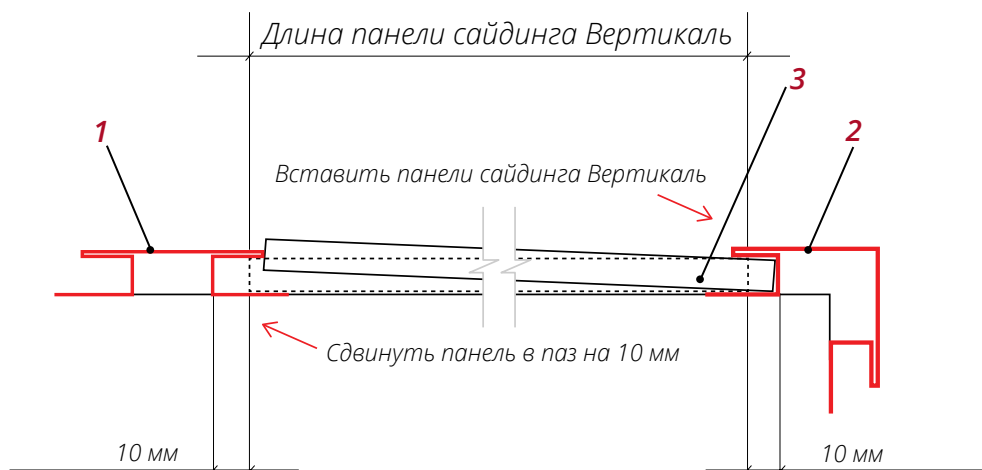

Рис. 3
■ Используя схему со сложными доборными элементами, подготовьте панели таким образом, чтобы, когда один край панели **3** заведен до упора в паз доборного элемента **2**, второй край можно было завести в паз доборного элемента **1** с другой стороны (рис.3).
- Вставьте панель в пазы доборных элементов и выровняйте ее так, чтобы панель входила в пазы на полную его глубину или на 10 мм (рис.3).
- Прижмите панель к обрешетке и закрепите саморезами в гвоздевую полку. Прикручивайте панель от центра к краям. Не крепите сайдинг слишком плотно. Оставьте расстояние примерно 0,8-1 мм между нижним краем шляпки самореза и панелью, так чтобы она имела свободный ход по горизонтали (рис.3).
- Подготовку и монтаж финишной панели 3 (рис.3) проводите так, как описано для вертикального монтажа.